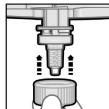
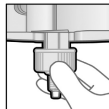

Abb. 3
Abb. 4.1
5. Wenn die Mischkanüle korrekt platziert ist (Abb. 3), schieben Sie den Dynamix Fixation Ring bis zum Anschlag über die Mischkanüle und drehen ihn nach rechts (1/4 Drehung) bis er sicher verriegelt ist (Abb. 4.1, 4.2, 5).